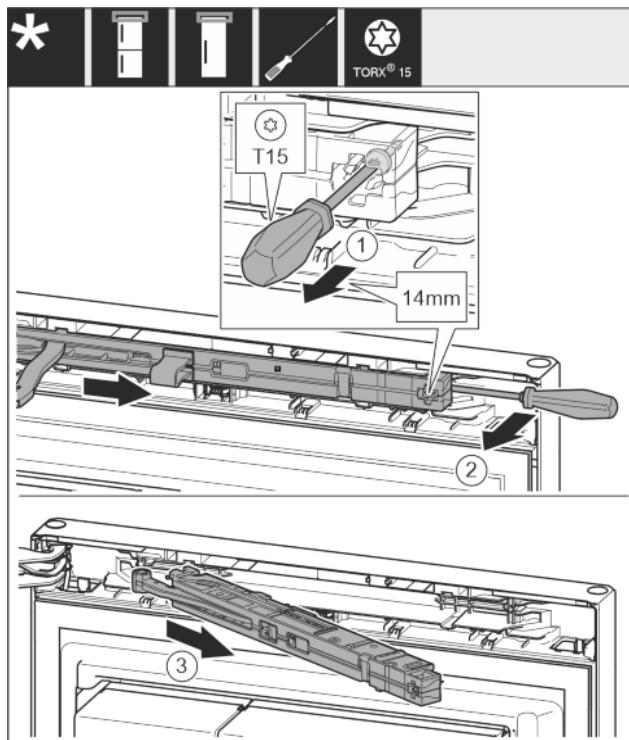

Fig. 9
- ▶ Przy pomocy śrubokręta T15 odkręcić śrubę na amortyzatorze zamykającym drzwi ok. 14 mm. Fig. 9 (1)
- ▶ Od strony uchwytu, za amortyzator zamykania drzwi wsunąć śrubokręt i obrócić do przodu. Fig. 9 (2)
- ▶ Wyjąć amortyzator zamykania drzwi. Fig. 9 (3)